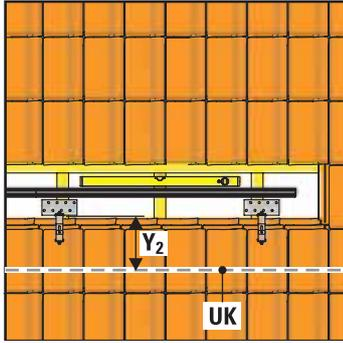
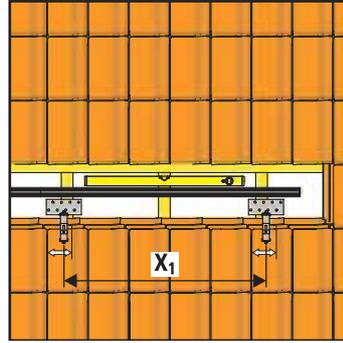

Figura 3-5 Disporre i ganci da tetto del bordo inferiore progettato del collettore alla distanza Y_2
Figura 3-6 Determinazione della posizione di montaggio dei ganci da tetto
- Determinare i punti di montaggio dei ganci da tetto. Distribuire i ganci da tetto uniformemente sotto la guida profilata per il montaggio (Figura 3-5 e Figura 3-6).